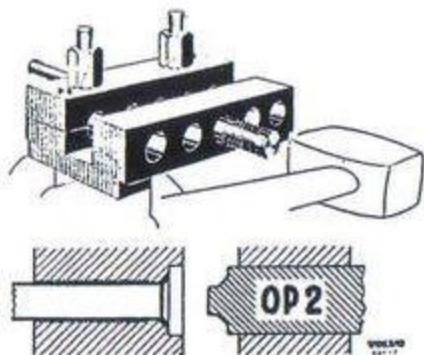

Bild 132. Kragning av bromsledning.
4. Byt ut dornen mot OP 2 (bild 132) och slå in denna i botten.